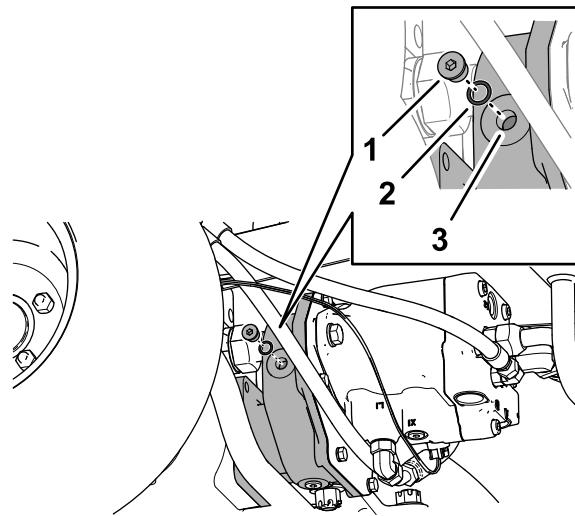

Bild 146
2. Entfernen Sie die Prüf-/Füllschraube auf der linken Seite des Untersetzungsgetriebes (Bild 146).